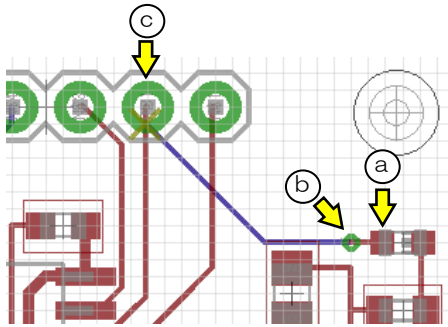

図 32
- ③ 次の手順で図 32 の a 点から c 点までを手動配線します。
- ウ. b 点でクリックします。図 32